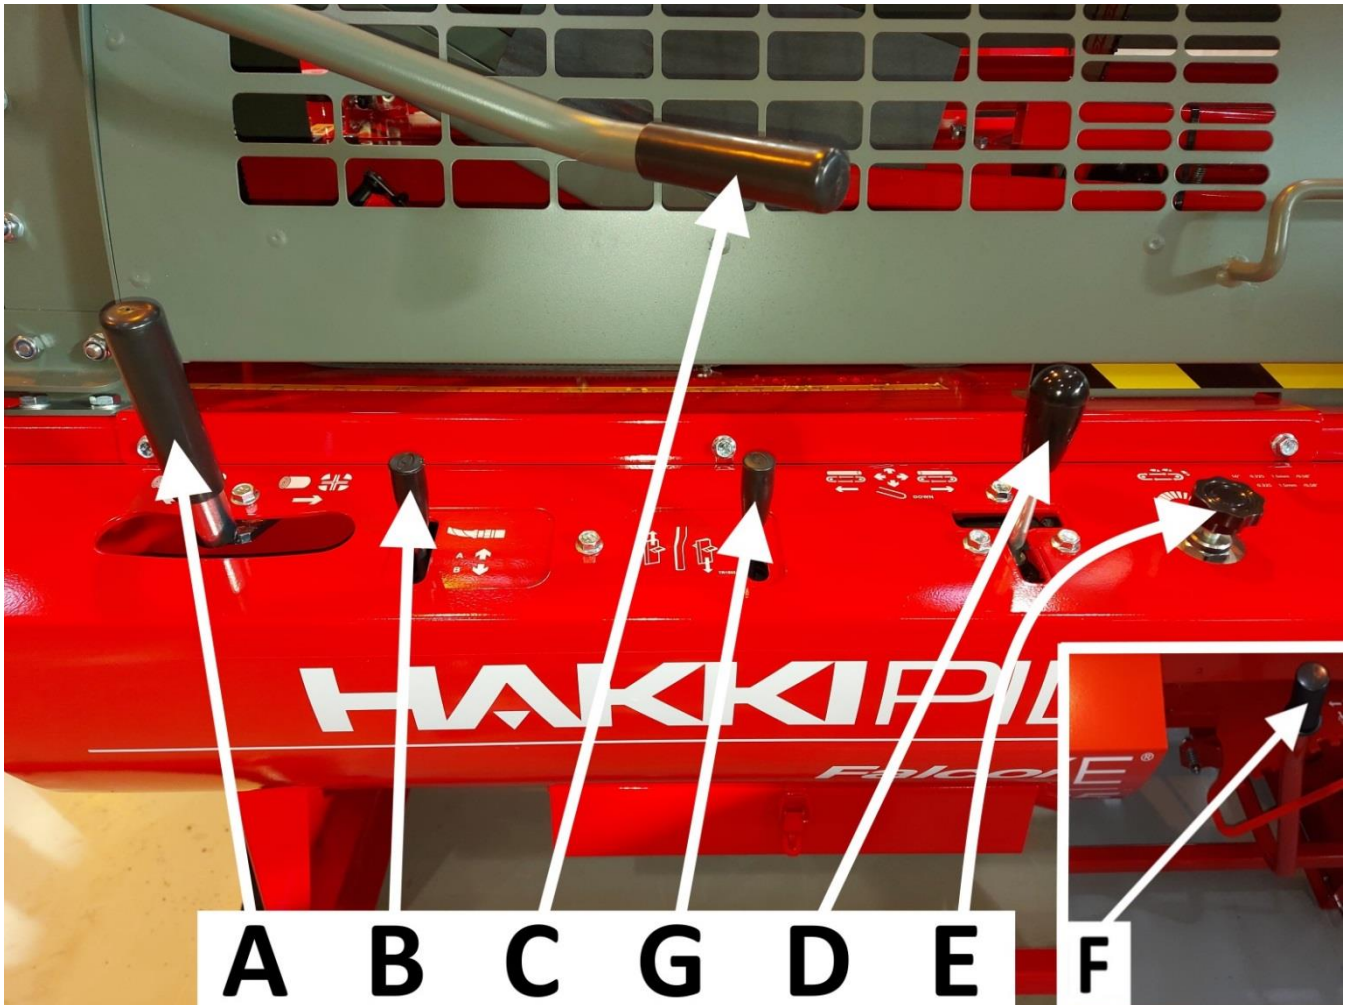

Abb. 11
Schließen Sie die Zusatzhydraulik (HakkiLift Holzheber oder HakkiFeed Stammtischseparierer) durch Anschließen der Hydraulikschläuche an die Schnellkupplungen **A** (rot) und **B** (schwarz) (Abb. 9). Die Schnellanschlüsse werden mit Steuerhebel **B** (Abb. 11) verwendet.
Die zusätzlichen Zuführrollen und HakkiFeed-Stammtische können mit dem Zuführförderer der Maschinen-Serie verbunden werden. Dadurch werden die Zuführrollen automatisch mit dem Zuführband synchronisiert, wenn Holz mit Hebel **D** eingeführt wird (Abb. 11)
#### Name und Funktion der Steuergeräte (Abb. 11):
6. Starten Sie die Spaltbewegung der Maschine, indem Sie das Sägeschwert vollständig in die untere Position absenken und es mit Hebel D wieder anheben (Abb. 11). Die Spaltbewegung muss normal verlaufen. Die Spaltbewegung kann auch gestartet werden, indem Hebel A zum rechten Rand gezogen wird (Abb. 11).
- a. Führen Sie ohne Holz mit Hebel D einige Sägebewegungen durch (Abb. 11).
8. Stellen Sie sicher, dass sich die Sägekette dreht, wenn Sie das Sägeschwert mit Hebel D ca. 2 cm absenken (Abb. 11).
10. Stellen Sie sicher, dass der Spaltzylinder in seine Anfangsstellung zurückkehrt (während der Spaltbewegung) und auch, wenn Griff A (Abb. 11) nach links gedrückt wird.
11. Führen Sie einen Testlauf der Speise- und Rückföhrbewegung des Zuföhrbandes durch, indem Sie Hebel D (Abb. 11) nach rechts vorn (das Band dreht sich nach rechts) und nach links vorn (das Band dreht sich nach links) dröcken.
12. Sie starten den Ausstoßföhrer, indem Sie mit Regler F die passende Geschwindigkeit einstellen (Abb. 11)
Mit dem Band des Zuföhrbandes wird das zu bearbeitende Holz der Maschine zugeföhrt. Das Holz wird der Maschine an Punkt 3.1 mit dem Steuerhebel D (Abb. 11) zugeföhrt.
2. Föhren Sie das Holz mit dem Zuföhrband in den Sägebereich ein, indem Sie den in Kapitel 3.1 (Abb. 11) beschriebenen Hebel D nach rechts vorne dröcken. Die Speisung kann unterbrochen werden, indem Hebel D nach links vorne gedröckt wird.
3. Wenn das Holz zum Sägen im mechanischen Messgerät anhält, verriegeln Sie das Holz mit dem Holznie derhalter, indem Sie den Griff C des Niederhalters nach unten dröcken (Abb. 11).
4. Sägen Sie das Holz, indem Sie Hebel D nach hinten ziehen, hierdurch startet die Sägekette und das Sägeschwert wird nach unten gedröckt (Abb. 11).
5. Föhren Sie das Sägeschwert zurück in die obere Position, indem Sie Hebel D nach vorne dröcken (Abb. 11), **hierdurch startet die Spaltung automatisch.**
Beim Sägen muss das vorletzte Stück so abgesägt werden, dass das letzte Holzstück noch ausreichend lang ist. Dann ist der Stamm unter dem Holzhalter festgeklemmt und das Sägen ist stabil und sicher. Das letzte Stück Holz wird direkt in die Spaltung überführt und die Spaltung mit dem Steuerhebel A oder mit Hebel D gestartet (Abb. 11).
Der Spaltzylinder der Maschine führt immer automatisch die Spaltbewegung aus, wenn das Sägeschwert mit Hebel D (Abb. 11) vollkommen in die unterste Stellung abgesenkt und wieder zurück in die obere Stellung angehoben wird. Das heißt, die Spaltung startet automatisch, wenn das Holz nach dem Sägen in den Spaltkanal gefallen ist und der Sägeflansch wieder nach oben gehoben wurde.
Außerdem kann die Spaltung mit Steuerhebel A gestartet werden (Abb. 11), indem der Hebel schnell an den rechten Rand gezogen wird. Diese Eigenschaft sollte z.B. dann verwendet werden, wenn das letzte zu spaltende Holz im Spaltkanal liegt, so muss der Nutzer nicht umsonst den Sägeflansch in der unteren Position verwenden, sondern die Spaltung kann schneller mit diesem Hebel gestartet werden.
Die Spaltbewegung der Maschine kann unterbrochen werden, indem Steuerhebel A an den linken Rand gezogen wird (Abb. 11). **Die Maschine stoppt auch, wenn die Schutzvorrichtung angehoben wird.**
4. Starten Sie die Spaltung mit Hebel A (Abb. 11)
Im Hakki Pilke Falcon -Säge-Spalt-Automaten wird das Band des Ausstoßförderers mit einem Hydraulikmotor angetrieben. Sie können die Rotationsgeschwindigkeit des Bandes mit Regler E (Abb. 11). Die optimale Drehgeschwindigkeit des selbstreinigenden Abföhrbandes muss durch Ausprobieren gefunden werden, also wenn das Holz gerade noch über die Trennplatte fliegt. Der Trennplattenabstand kann mit den auf Abb. 25 dargestellten Einstellschrauben B eingestellt werden.